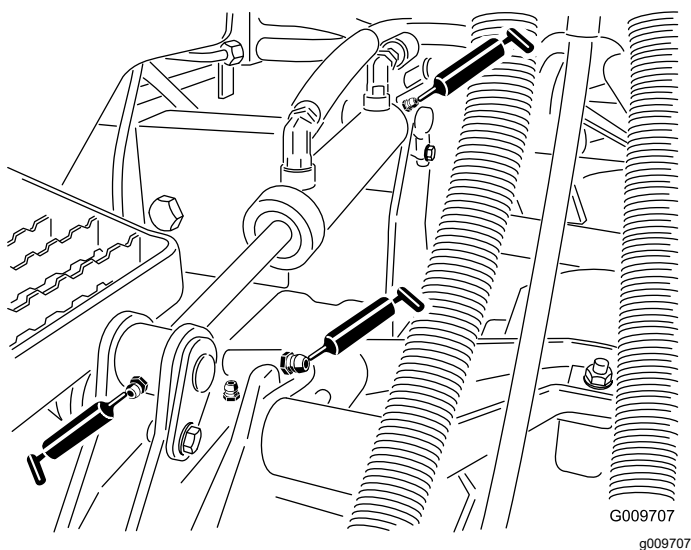

Figura 39
- Boccole del braccio di sollevamento (1 per apparato di taglio) come illustrato nella Figura 39
- Boccole del cilindro di sollevamento (2 per apparato di taglio) come illustrato nella Figura 39